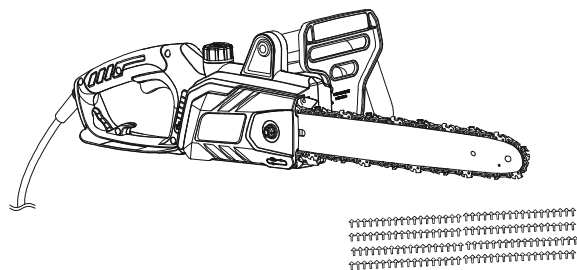

Fig. 10
1. Asegúrese de que la espada (13) y la cadena (12) están en su lugar al comprobar el suministro de aceite.
2. Arranque el producto, déjelo en marcha sin carga y compruebe si el aceite de cadena se suministra como se muestra en la figura (Fig. 10, 11).